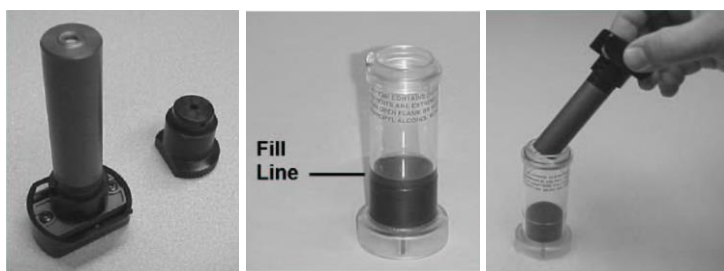

Bild 5. Alkoholpatron, förvaringslock, alkoholpåfyllningsbehållare.
4. Tryck ut alkohol ner i alkoholpåfyllningsbehållaren till dess nivå kommer i linje med den markering som finns på alkoholpåfyllningsbehållaren, bild 5.
5. **Se till att alkoholpatronen är ren!** Sätt i alkoholpatronen i alkoholpåfyllningsbehållaren och lås fast den genom ett 1/8-varvs vridning av bajonettfästet, bild 5.